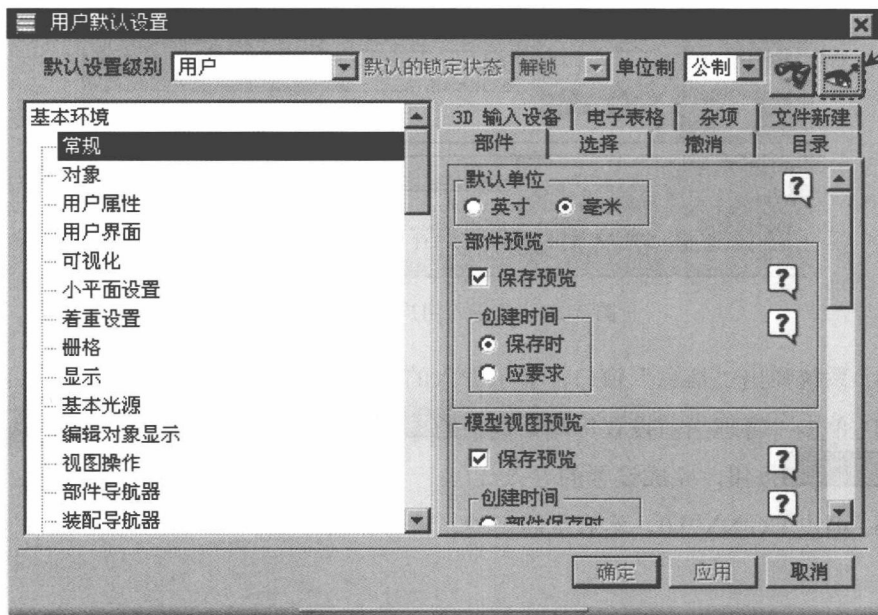

图 2.2.1 “用户默认设置”对话框
Step1. 选择下拉菜单 **文件(F)** → **实用工具(U)** → **用户默认设置(D)...** 命令，系统弹出“用户默认设置”对话框，如图 2.2.1 所示。
Step2. 单击对话框右上角的  按钮（图 2.2.1），系统弹出“管理当前设置”对话框，如图 2.2.2 所示。